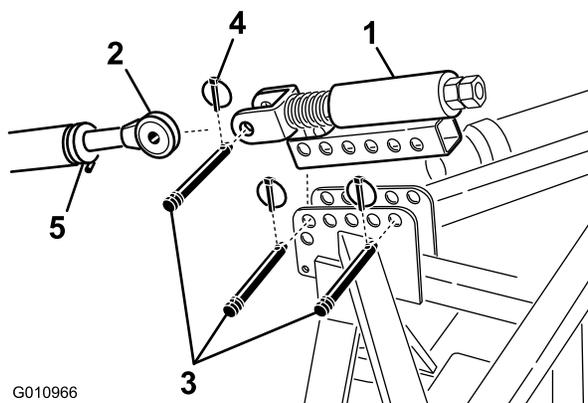

Figura 10
1. Monte a articulação superior com mola no suporte do arejador com dois pinos de articulação e pinos de sujeição (Figura 10).
2. Desaperte a porca de bloqueio na articulação superior do tractor. Ajuste a articulação superior até ficar alinhada com o contrapino na articulação superior com mola do arejador (Figura 10).
3. Ligue a articulação superior do tractor ao contrapino na articulação superior com mola e fixe-a com um pino de articulação e um pino de sujeição (Figura 10).
6. Rode a articulação superior até a mola ficar comprimida cerca de 13 mm (Figura 10).